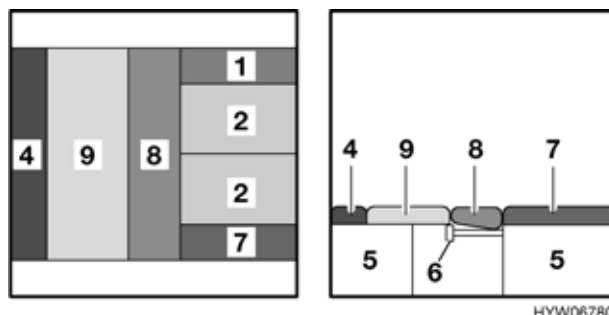

Fig. 86 Dopo la trasformazione
- Piazzare il cuscino aggiuntivo (Fig. 86,4) tra il cuscino del divano (Fig. 86,9) e la parete esterna.
- Appoggiare il cuscino dello schienale (Fig. 86,8) sulle due prolunge dei cassoni letto (Fig. 86,6) sulle due prolunge dei cassoni letto.